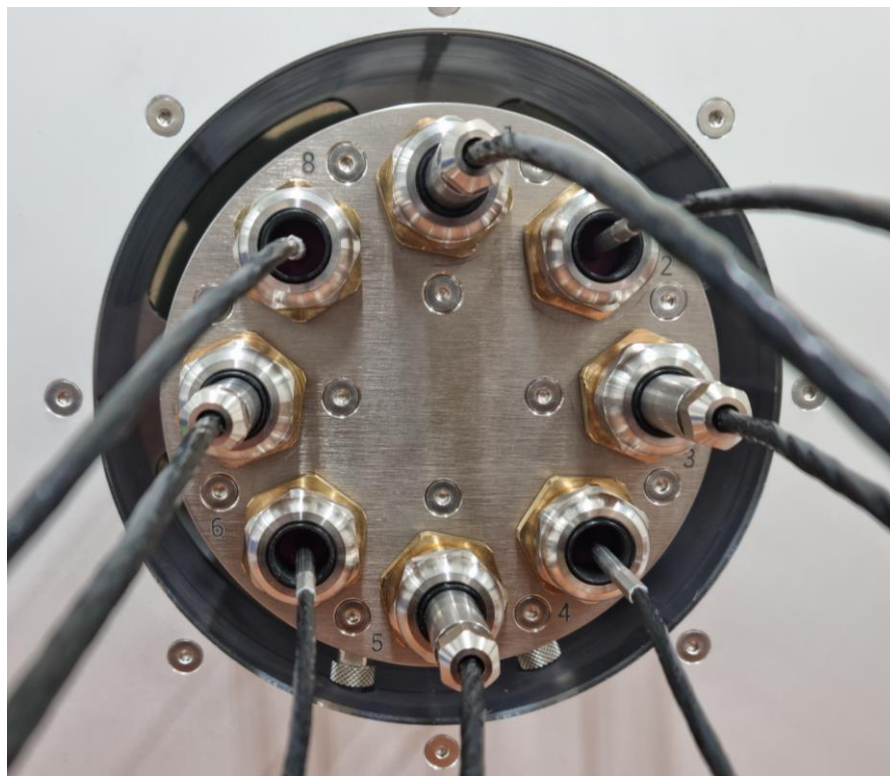

Рисунок 31 – Преобразователи установлены в измерительную камеру генератора.
- б) Установите все преобразователи в измерительную камеру генератора таким образом, чтобы зонды измерения влажности и температуры находились в смежных позициях (Рисунок 31). Если трубчатый ключ из комплекта генератора не имеет специальных пропилов для кабеля (Рисунок 30), для закручивания втулок используйте гаечный ключ. Втулки должны быть вкручены в измерительную камеру с усилием.